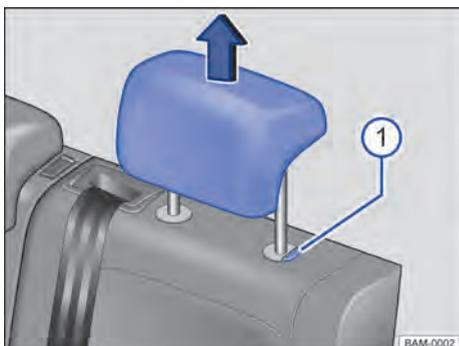

Fig. 69 Apoios para cabeça traseiros: desinstalar.
- Retirar o apoio para cabeça com o botão → Fig. 69 ⓘ pressionado.
- Empurrar o apoio para cabeça para baixo com o botão → Fig. 69 ⓘ pressionado.